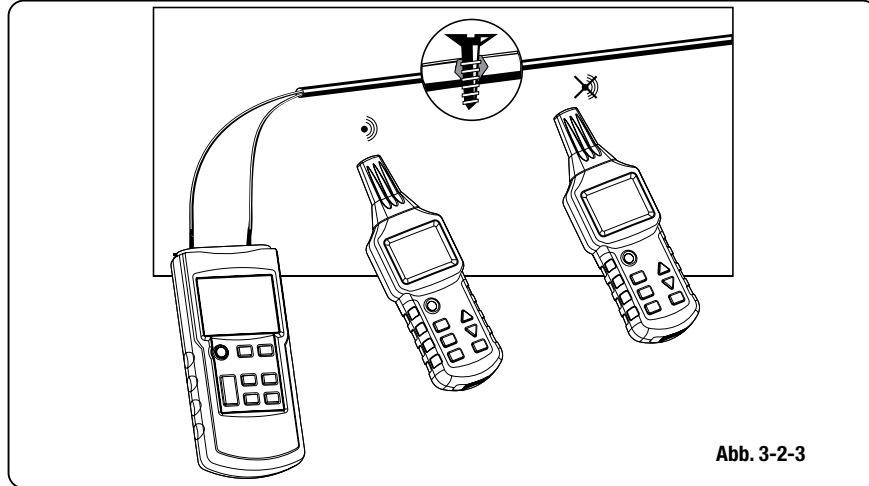

Abb. 3-2-3
- 2) Schließen Sie den Transmitter gemäß Abb. 3-2-3 an.